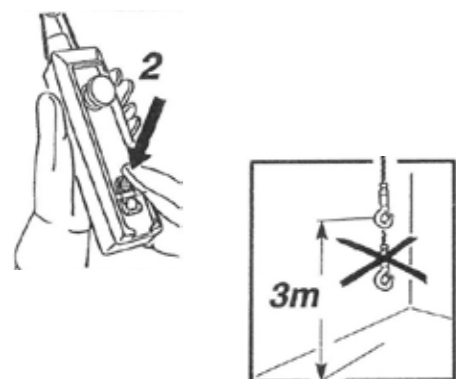

fig.149
18. L'uso del paranco va sempre terminato portando con il pulsante "2" di salita, il gancio in posizione di disimpegno ad una altezza non inferiore ai 3 m da terra. (fig.149)